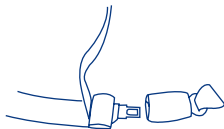

Fig. 42-1
- Una combinación de cinturón de regazo ó hombro con una hebilla bloqueadora se ajusta jalando hacia arriba sobre la porción del hombro del cinturón de seguridad mientras se empuja con fuerza hacia abajo en el Asiento de Seguridad ó Base. Si usted experimenta dificultad para ajustar el cinturón de seguridad, desenganche el cinturón de seguridad, ajústelo un poco y vuelva a engancharlo en la hebilla. Repita este procedimiento hasta que el cinturón de seguridad esté muy ajustado alrededor del Asiento de Seguridad. (Fig. 42-1)